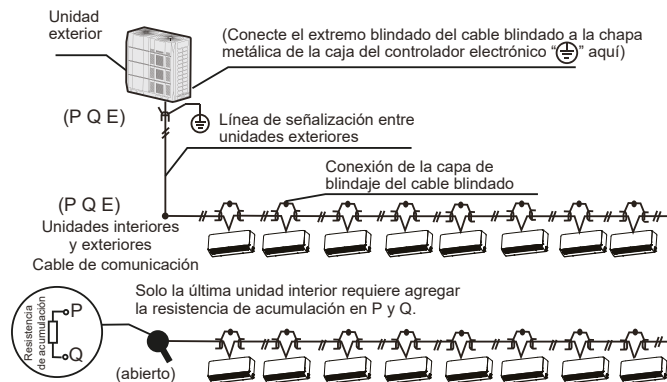

Figura 22
- El cableado de comunicación entre la unidad interior y la exterior debe conectar una unidad tras otra en una conexión en cadena de la unidad exterior a la unidad interior final. La capa de blindaje debe conectarse a tierra correctamente y se debe agregar una resistencia integrada a la última unidad interior para mejorar la estabilidad del sistema de comunicación (vea la Figura 22).